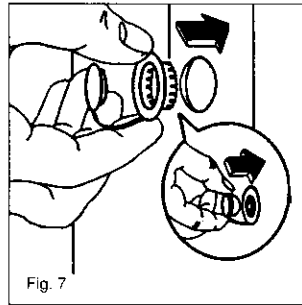

Fig. 7
8. Bouchez les 4 trous avec les 4 caches en plastique que vous trouverez au dos de l'appareil ou dans le sachet contenant votre notice d'utilisation. Fig. 7.